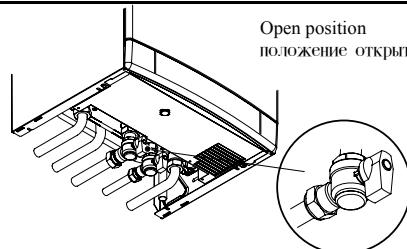

Fig. 2.3
- Check that the gas inlet cock located in the lower part of the boiler is open (Fig. 2.3).
- Проверьте, чтобы краны, расположенные в нижней части котла были открыты (Рис. 2.3.).